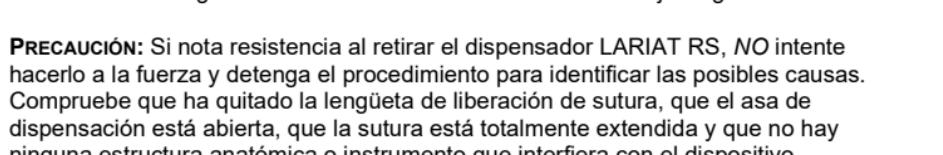

Figura 5. Corte de la sutura
20. Corte la sutura sobrante en la lengüeta de liberación de sutura para poder retirar el LARIAT RS. Consulte la figura 5.